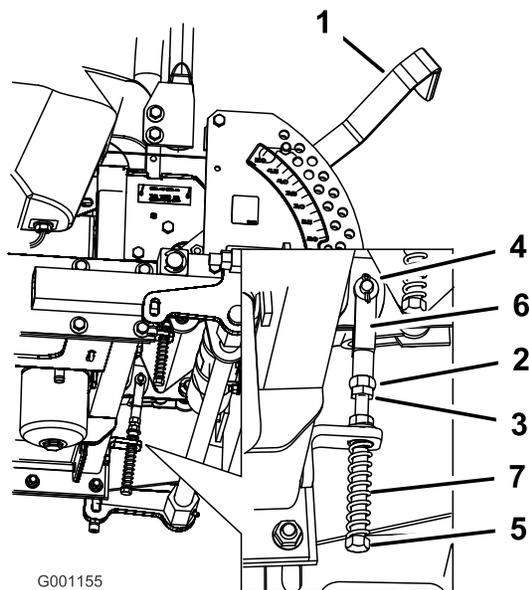

Figura 93
8. Si es necesario un ajuste, afloje la tuerca y la contratuerca contra la horquilla (Figura 93).
9. Aplique una ligera presión hacia atrás en la palanca de control de movimiento, y gire la cabeza del perno de ajuste en el sentido apropiado hasta que la palanca de control quede centrada en posición de BLOQUEO/PUNTO MUERTO (Figura 93).
10. Apriete la tuerca y la contratuerca (Figura 93).